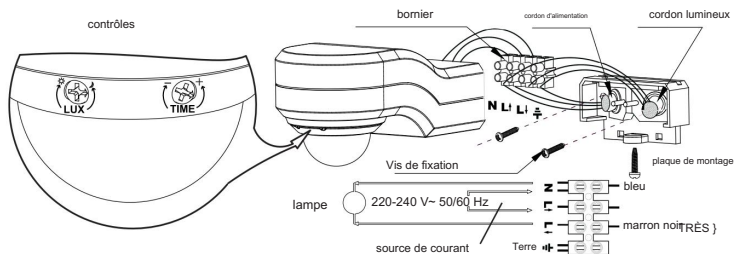

Abb. 2
INSTALLATION (voir également Fig. 2)
- Connectez le cordon d'alimentation et le cordon d'éclairage au bornier (voir Fig. 2).
COMPRENDRE LES COMMANDES (voir Fig. 2) RÉGLAGE DE LA DURÉE DE LA